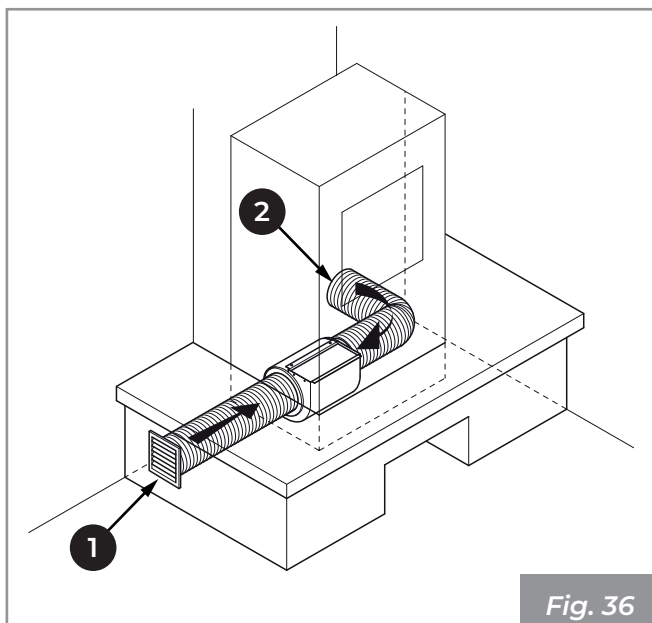

Fig. 36
• Il ventilatore ambiente deve necessariamente prelevare l'aria all'esterno del rivestimento, attraverso un'opportuna canalizzazione, come rappresentato in Fig. 36. Dove: